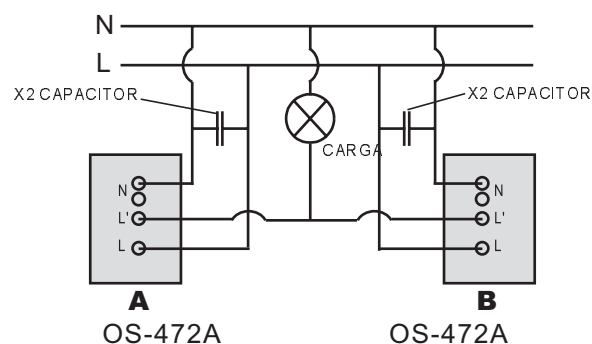

FIG.9
- Dos OS-472A controlando una carga (Ver FIG.9)
Si cargas inductivas, tales como transformadores, relés, contactores y lamparas fluorescentes son conectadas en circuitos con un OS-472A, pueden producirse picos de tensión, causando el encendido de la carga. Los picos de tensión pueden reducirse conectando un capacitor en paralelo con la alimentación del sensor de 0.1uF o más. ( Ver FIG.9).